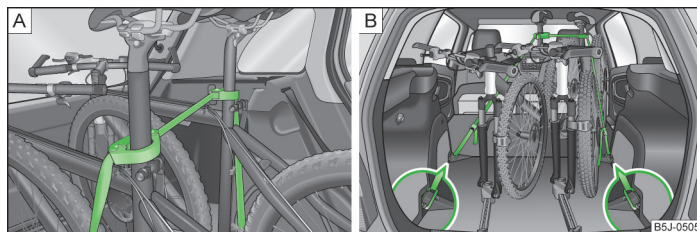

Fig. 59 Asigurarea bicicletelor
- Așezați colierul cu partea din cauciuc spre înainte (în sensul de deplasare) cât mai jos posibil pe tija șei, și strângeți colierul » fig. 59 - **A**.
- La transportarea a două biciclete, tensionați cureaua » fig. 59 - **A** între cele două șei, prin deplasarea prin împingere a unei biciclete față de cealaltă.
- Prindeți carabinele de la capetele curelei în inelele de ancorare ale scaunelor spate » fig. 59 - **B**.